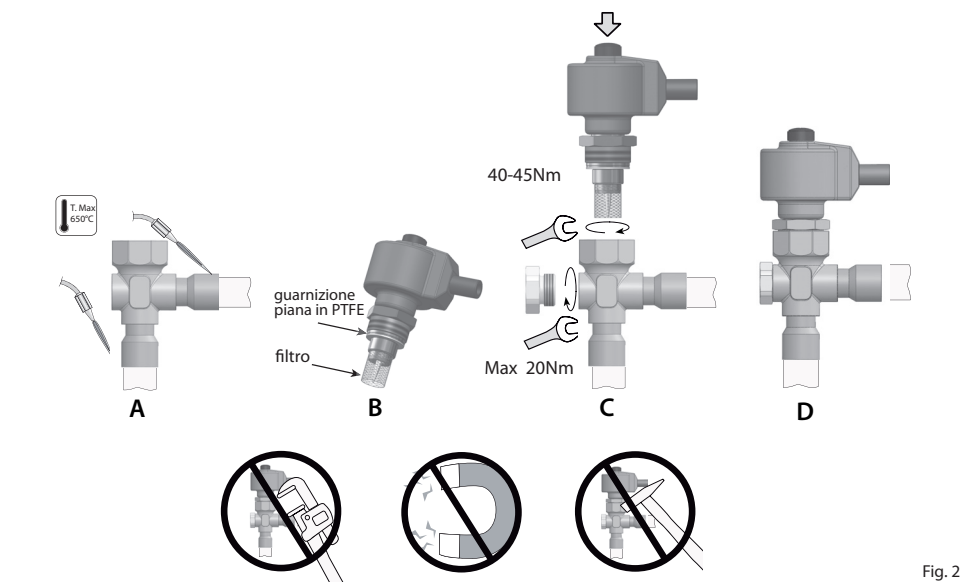

Fig. 2
Le valvole E²V-S Unipolar devono essere saldate al circuito mediante brasatura dei raccordi in rame ai tubi di uscita condensatore (IN) e di ingresso evaporatore (OUT). Seguire la successione indicata in Fig. 2 procedendo in questo modo:
- Procedere alla saldatura orientando la fiamma verso l'estremità dei raccordi come da fig. 2 A (per una migliore brasatura senza alterare la tenuta della zona di saldatura tra corpo e raccordi utilizzare lega con temperatura di fusione inferiore a 650 °C o con tenore di argento superiore del 25 %).
- Verificare che il filtro in rete metallica sia inserito sulla boccia di ottone (Fig.2-B). In caso contrario, posizionarlo come in figura e portarlo in battuta. **Attenzione!** Utilizzare il filtro solo in mono-direzionale con ingresso del fluido dal raccordo laterale. In caso di utilizzo della valvola in direzione contraria, prevedere apposito filtro nel circuito, togliendo quello fornito.
Serrare la cartuccia portando la ghiera in battuta sul corpo valvola con una coppia di serraggio suggerita di 40-45 Nm (Fig. 2 C). Per favorire un più rapido assemblaggio della valvola, si consiglia di non smontare il motore dalla cartuccia. **Attenzione!** Nel caso in cui lo stelo filettato fuoriuscisse completamente dalla sede di lavoro della cartuccia procedere secondo la seguente operazione:
The Unipolar E²V-S valves must be joined to the circuit by braze welding the copper fittings to the condenser outlet (IN) and evaporator inlet (OUT) pipes. Proceed as indicated in Fig. 2:
- Weld by aiming the flame at the ends of the fittings as shown in Fig. 2-A (for better braze welding without affecting the seal of the welded area between the body and the fittings, use alloys with a fusion temperature less than 650 °C or with a silver content above 25%);
- Make sure that the PTFE flat gasket is present in its seat (Fig. 2-B).
- Make sure that the metal mesh filter is inserted on the brass bushing (Fig.2-B). Otherwise, position it as shown in the figure and make sure it's properly in place. **Warning! Only use the one-way filter with fluid inlet from the connection side. If using the valve in the opposite direction, install a special filter in the circuit, removing the one supplied.**
- Tighten the steel cartridge in its threaded socket on the valve body using a 24 mm spanner. Tighten the cartridge on the valve body to a recommended tightening torque of 40-45 Nm (Fig. 2-D). For faster valve assembly, do not remove the motor from the cartridge. **Warning! If the threaded rod comes completely out of the cartridge, proceed as follows:**